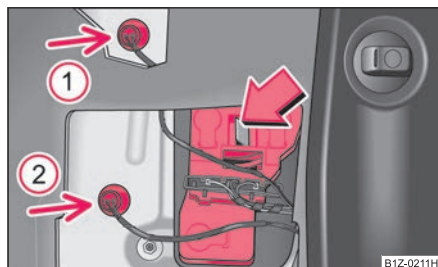

Fig. 250 Demontarea suportului becului
- Scoateți becurile lămpii (săgeata ① și ②) ⇒ fig. 250.